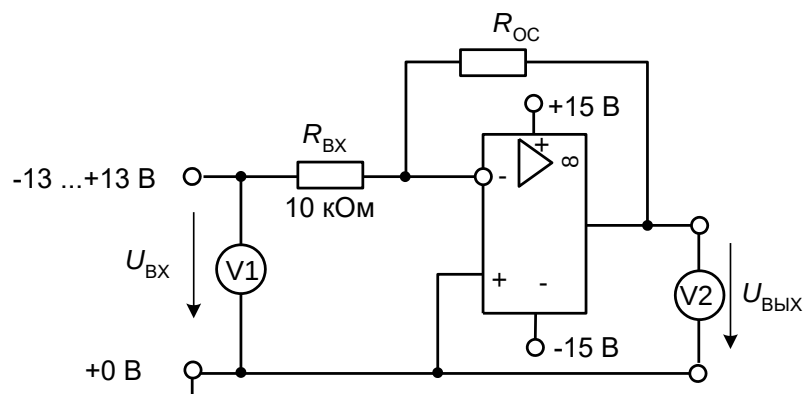
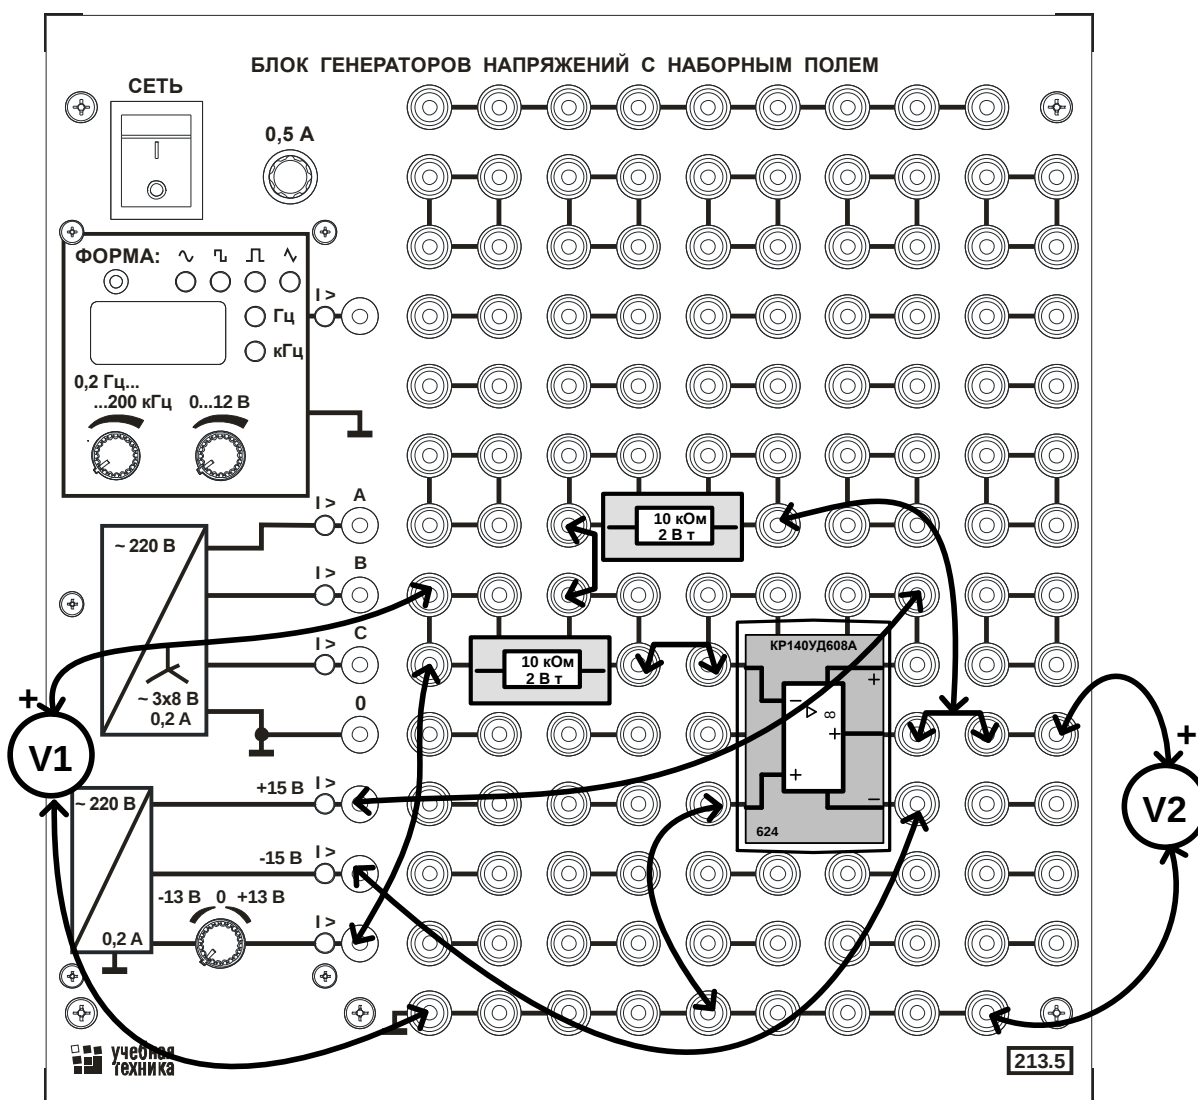

Рис. 7.21. Принципиальная схема операционного усилителя.
Рис. 7.22. Монтажная схема.
- Соберите цепь, как показано на принципиальной схеме (рис. 7.21) и монтажной схеме (рис. 7.22). С помощью мультиметра измерьте величины выходного напряжения $U_{ВЫХ}$ при различных сопротивлениях отрицательной обратной связи R_{OC} и входных напряжениях $U_{ВХ}$ согласно табл. 7.8.